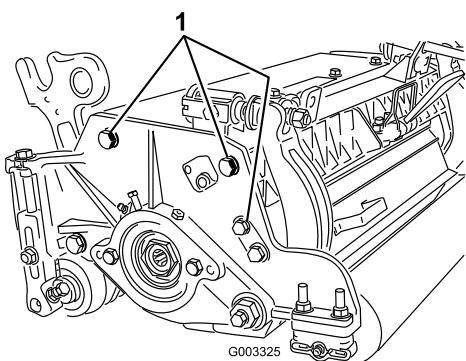

Figure 15
3. Retirez les (2) écrous qui fixent chaque support et entretoise de rouleau à chaque bride de fixation de la plaque latérale.
**Remarque:** La position du rouleau arrière par rapport au cylindre est contrôlée par les tolérances d'usinage des composants assemblés et le réglage du parallélisme n'est pas nécessaire. Un réglage limité est possible si l'on place le plateau de coupe sur un plan de travail et si l'on desserre les boulons de fixation de la plaque latérale (Figure 15). Réglez et resserrez les boulons. Serrez les boulons à un couple de 37 à 45 N·m.